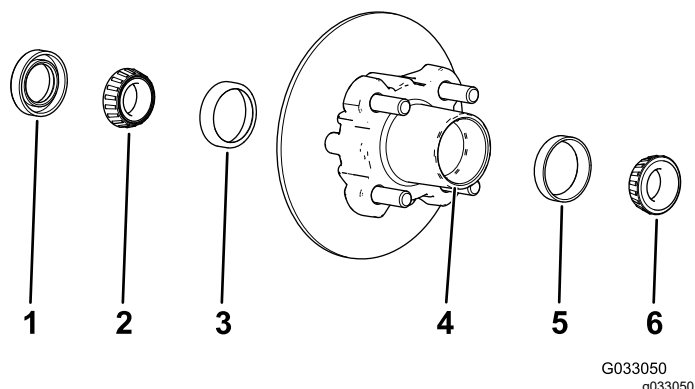

Рисунок 30
1. Снимите наружный подшипник и кольцо подшипника со ступицы (Рисунок 30).
2. Снимите уплотнение и внутренний подшипник со ступицы (Рисунок 30).
5. Очистите полость ступицы от всей консистентной смазки, грязи и мусора (Рисунок 30).
7. Заполните полость ступицы на 50–80% консистентной смазкой указанного типа (Рисунок 30).
8. Установите внутренний подшипник на кольцо с внутренней стороны ступицы и установите уплотнение (Рисунок 30).